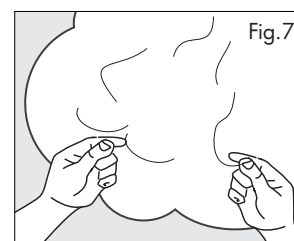

Fig.7
- 11) Modellare l'ovatta a piacere al fine di darle un aspetto più voluminoso e irregolare (Fig.7).